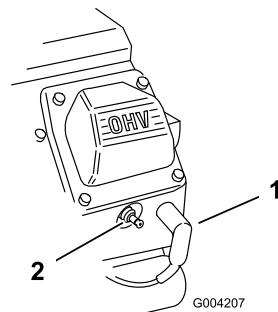

Figure 31
- Débranchez les bougies (Figure 31).
- Rebranchez les bougies (Figure 31).